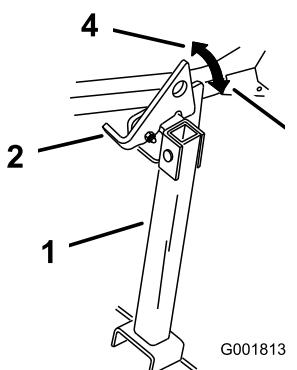

Figura 36
2. Levante o trinco para a posição DESBLOQUEADA (Figura 36).